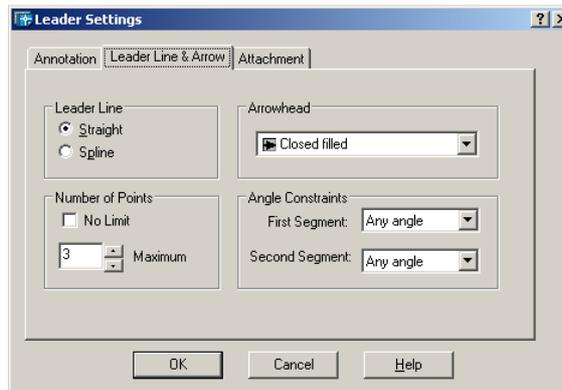

Рис. 56. Вкладка выносок и стрелок
- на вкладке Leader Line & Arrow, представленной на рис. 56, указывается тип линии-выноски: ломаная Straight или сплайновая Spline.